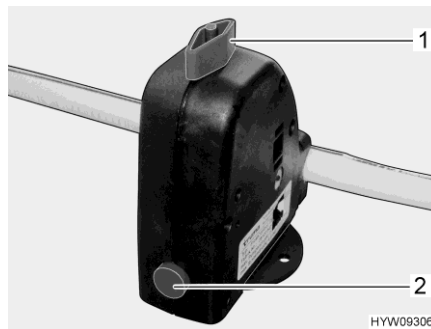

Fig. 201 Válvula de seguridad/purga (Truma)
- Cerrar la válvula de seguridad/purga (Truma). Para ello, girar el botón giratorio (Fig. 201,1) a la posición transversal en referencia a la válvula de seguridad/purga y hundir el botón (Fig. 201,2).